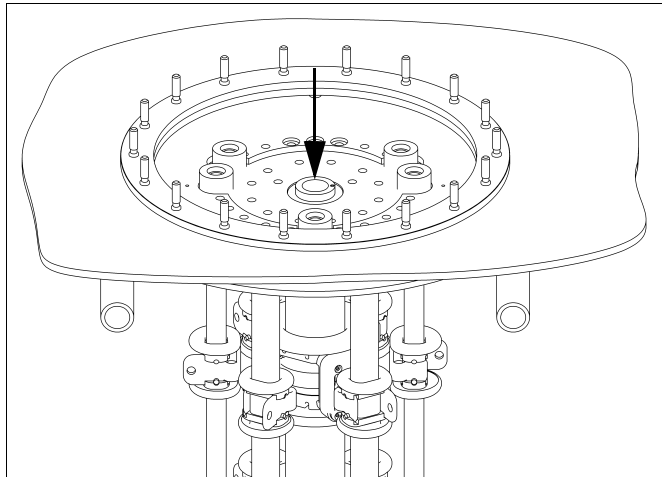
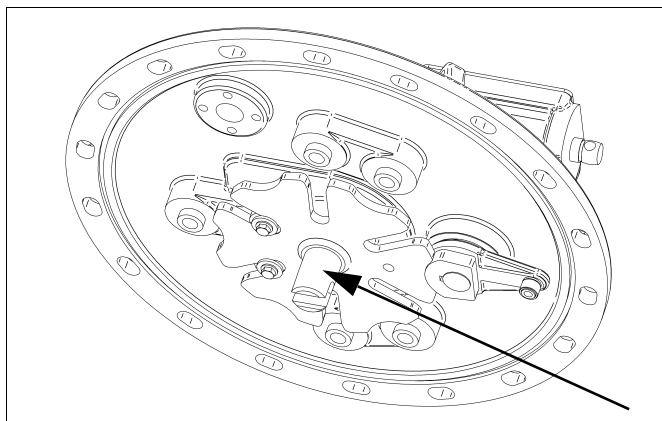

рис. 110 Продливка маслом сцепной муфты
рис. 111 Пролитка маслом мальтийской шестерни
14)Пролейте трансформаторным маслом сцепную муфту (рис. 110) и мальтийскую шестерню (рис. 111).